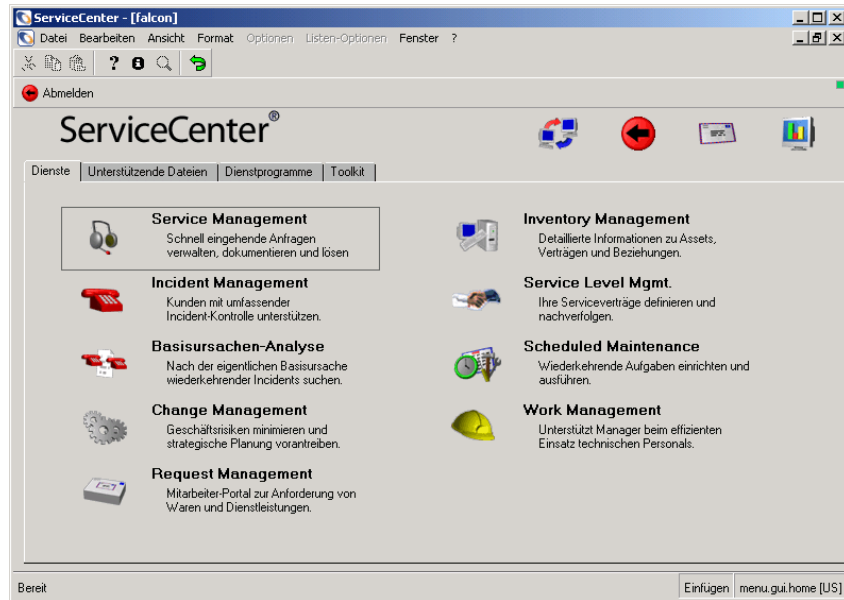

Abbildung 9-19: ServiceCenter-Startmenü
- 1 Klicken Sie im ServiceCenter-Startmenü auf Service Level Management (siehe Abbildung 9-19).